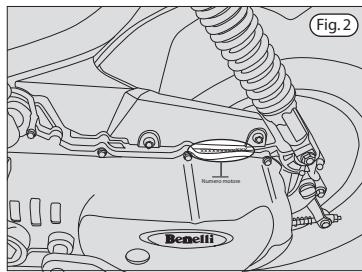

Fig.2
- engine number (see figure 2)
- numéro du moteur (voir figure 2)
-Motornummer (siehe Abbildung 2)